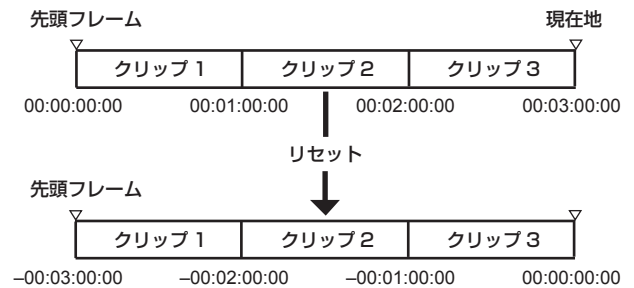

図 2
- 再生 CTL カウンター値をリセットした場合、現在の再生位置を 0 として、基準値だった箇所はマイナスの数値になります。(図 2)